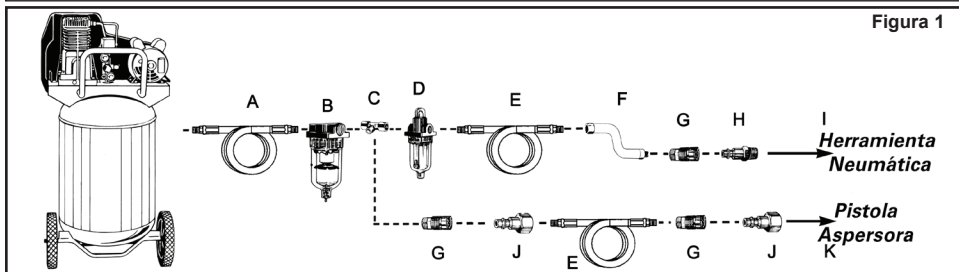

Figura 1
- Conecte la herramienta al acoplador rápido de la manguera de aire. **NOTA:** Se recomienda utilizar una manguera de conexión flexible con un cabezal giratorio (P012-0079SP - no incluida) para evitar que la manguera de aire se doble, enrosque o gaste demasiado (ver ítem "F" en la figura 1 para las conexiones recomendadas).
Para conservar el funcionamiento óptimo de la herramienta neumática, debe ser lubricada cada vez que se utiliza. Las partículas, el polvo, el óxido y los residuos de aceite se acumulan dentro de la herramienta y reducen su desempeño. Se recomienda utilizar un engrasador en línea para una lubricación automática adecuada de la herramienta (ver Figura 1). Si no dispone de un engrasador en línea, puede lubricar la herramienta de forma manual a través del orificio de entrada (ver Figura 4).